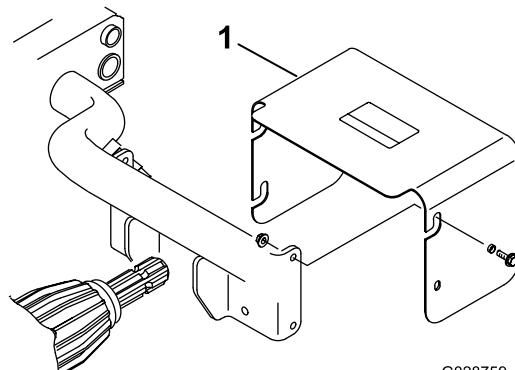

Figure 21
9. Montez la protection de la PDF sur le tube de cadre arrière au moyen de 4 vis d'assemblage, 2 entretoises et 4 contre-écrous (Figure 21).